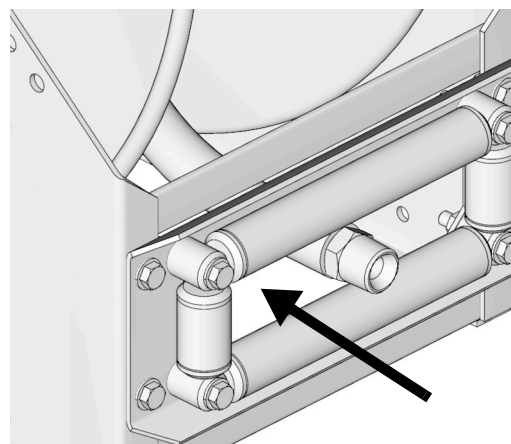

FIG. 19
5. Faire passer l'extrémité libre du flexible entre les rouleaux et enrouler manuellement le flexible autour de l'enrouleur puis le sécuriser (FIG. 19).